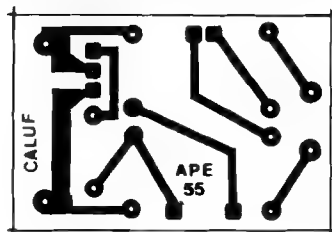

Fig.2
**- FIG. 2 - LAY OUT DO CIRCUITO IMPRESSO ESPECÍFICO** - Apesar da presença do "acoplador ótico" sobre a própria placa, "improvisado" a partir do LED e do LDR, e até da sua eventual blindagem opaca, graças à pequena quantidade de componentes e ao arranjo geral super-simples do circuito, a placa específica de Circuito Impresso resultou pequena e de confecção bastante fácil... A figura mostra o padrão cobreado (em preto, já que as áreas livres de cobre são mostradas em branco...) em tamanho natural (escala 1:1), tomando elementar a "carbonagem" direta sobre um fenolite virgem nas dimensões indicadas na LISTA DE PEÇAS. Embora o padrão seja descomplicado, como partes do circuito operarão sob níveis de Tensão, Corrente e Potência nada desprezíveis (o setor de C.A., centrado no TRIAC...), é sempre bom tomar certos cuidados nas verificações finais, já que qualquer "curtozinho" pode "levantar fumaça" sob tais condições... De qualquer modo, mesmo um iniciante sem muita prática (desde que se disponha a fazer as "coisas" com capricho e atenção, conferindo cada passo...) conseguirá elaborar a plaquinha, sem grandes problemas... Quem for muito "pagão", deve consultar previamente as INSTRUÇÕES GERAIS PARA AS MONTAGENS, lá no começo da Revista, onde são transmitidos dados e informações da mais alta importância para o sucesso desta e de toda e qualquer outra montagem em Circuito Impresso... Enfim: enquanto a plaquinha *real* não "bater" direitinho com o modelo diagramado na figura, "nem pensar" em ir enfiando e soldando os componentes, senão...